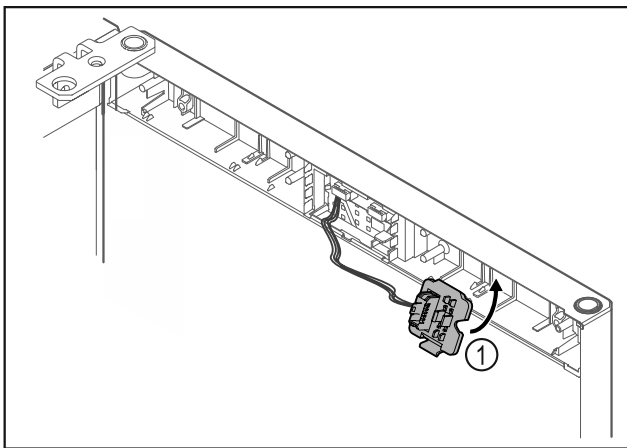

Fig. 19
- ▶ Užfiksuo­kite kištuko laikiklį Fig. 19 (1) priešingoje pusėje.